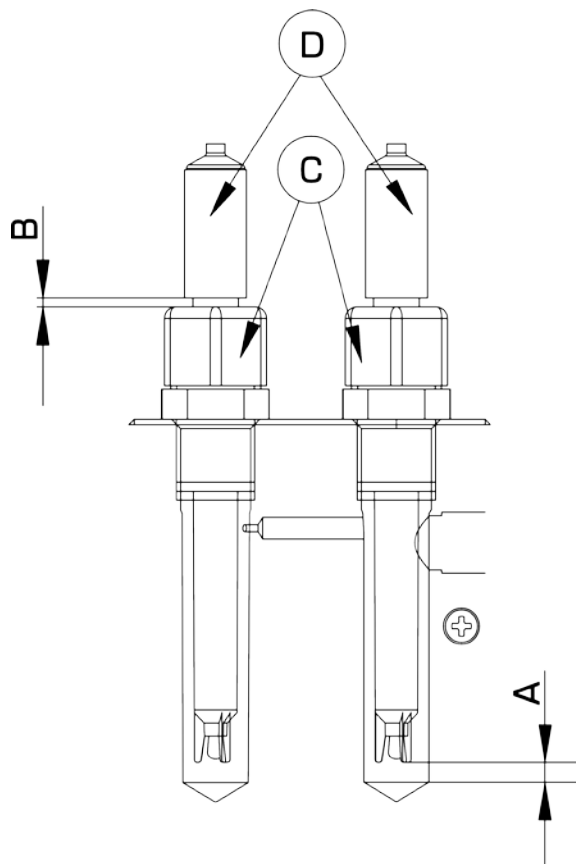

Рис. 8
- Установите датчик pH и датчик температуры PT100 (из комплекта поставки) в держатель датчиков (измерительную кювету), согласно **Рис. 8**, а именно: